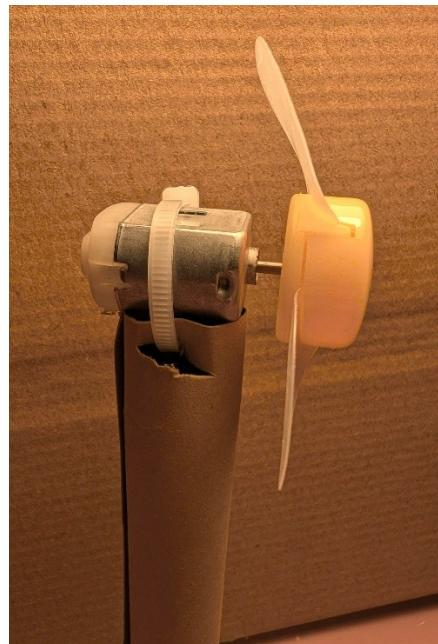

Abbildung 2: Propeller
1. **Propeller montieren:** Die Kinder stecken den Propeller auf die Welle des Motors (siehe Comic-Anleitung). Wenn sich der Propeller dreht, erzeugt der Generator Strom. Achten Sie darauf, dass der Propeller frei beweglich ist und nicht am Steher anstößt (Abbildung 2: Propeller).